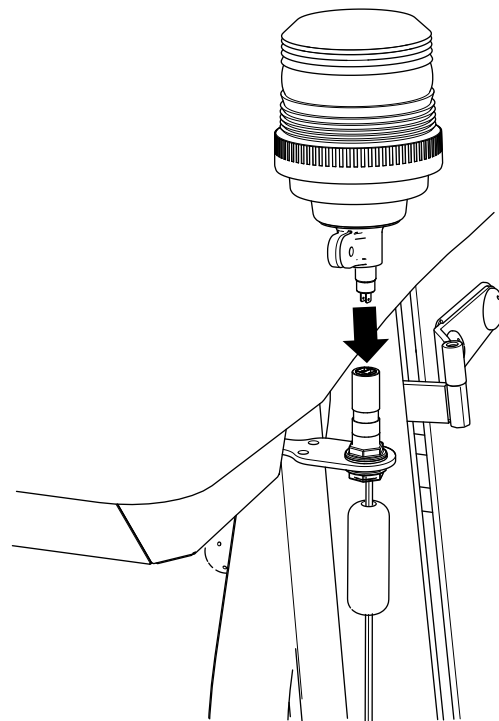

Figura 18
- Monte la baliza en la parte superior de la base de la baliza (Figura 18).